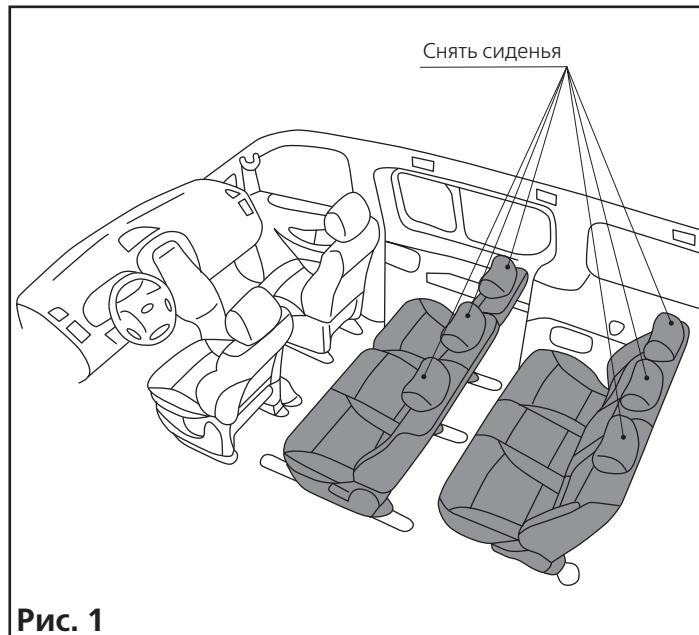
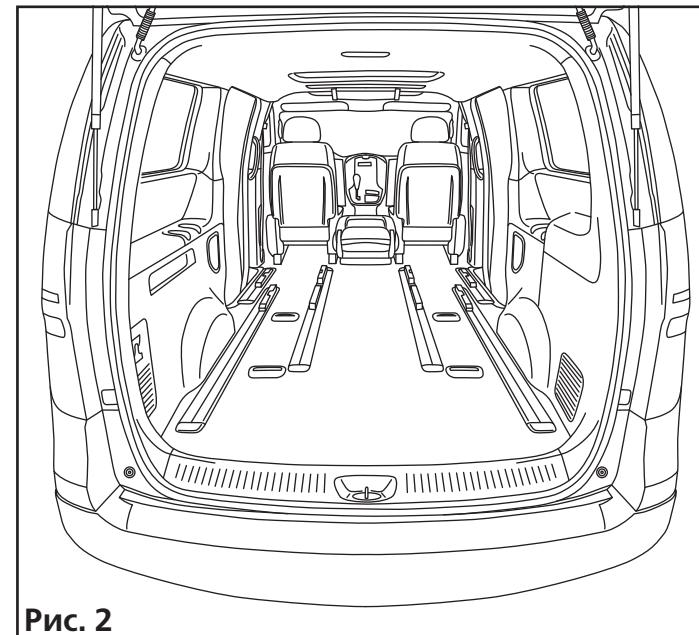

Рис. 1
Рис. 2
2.2.1 Снимите все задние пассажирские сиденья, кроме передних водительского и пассажирского (рис. 1), для доступа установки привода двери (рис. 2).